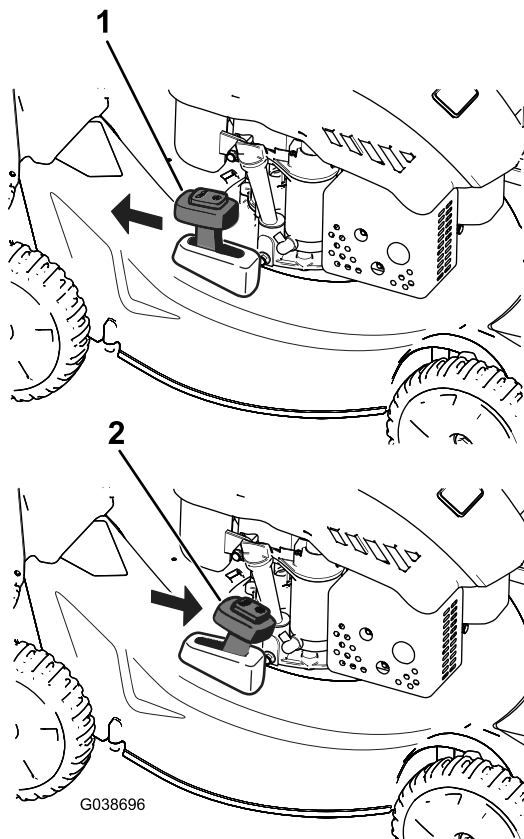

Figura 20
Per riciclare lo sfalcio, spostate la leva di comando del cesto nella posizione di RICICLAGGIO (Figura 20).
2. Montate il cesto di raccolta; fate riferimento a Montaggio del cesto di raccolta \(pagina 14\) e spostate la leva di comando del cesto nella posizione di RACCOLTA come illustrato in Figura 20.
Nota: Prima di scaricare posteriormente lo sfalcio, togliete il cesto di raccolta dal tosaerba, se montato; fate riferimento a Rimozione del cesto di raccolta \(pagina 15\). La leva di comando del cesto deve essere in modalità di RACCOLTA come illustrato nella Figura 20.